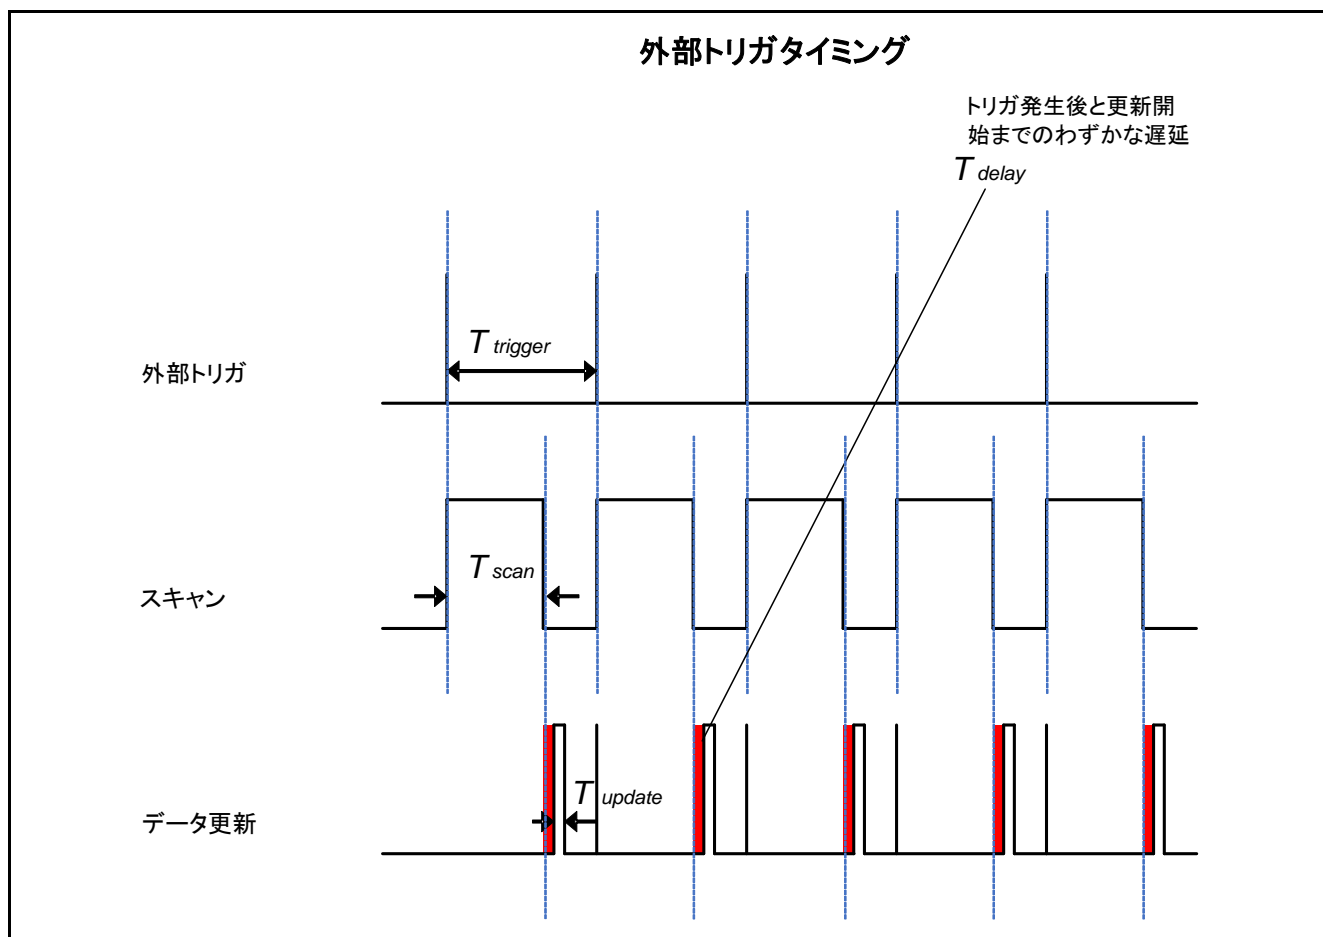

図 1-2 定期的な外部トリガタイミング
- メインアプリケーションがフラグの設定を検出までわずかな遅延が発生します（「図 1-2 定期的な外部トリガタイミング」の赤いバーを参照）。